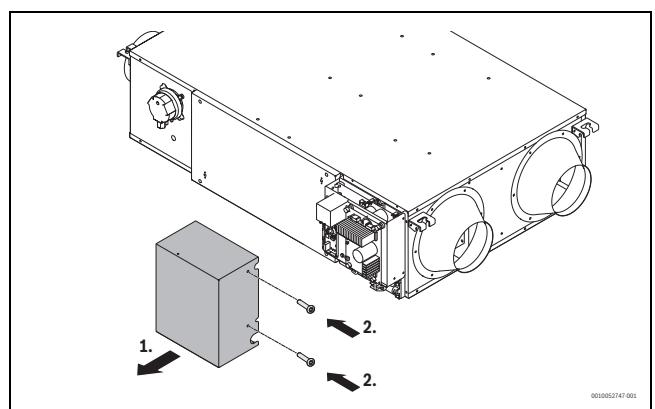

Fig. 11
- Rimuovere le viti nelle posizioni mostrate in fig. 11